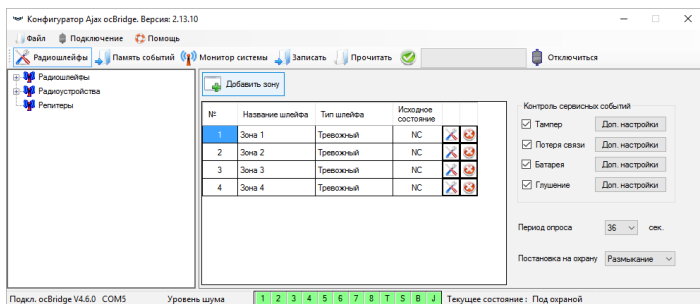

РИС. 11. Вкладка «Радиослейфы»
5.4. Во вкладке «Радиослейфы» (РИС. 11) можно создать необходимые охраняемые зоны и добавить в них датчики и устройства (см. п. 4.2.), а также настроить дополнительные параметры работы датчиков, устройств и зон (см. п. 6.4. – 6.6.).